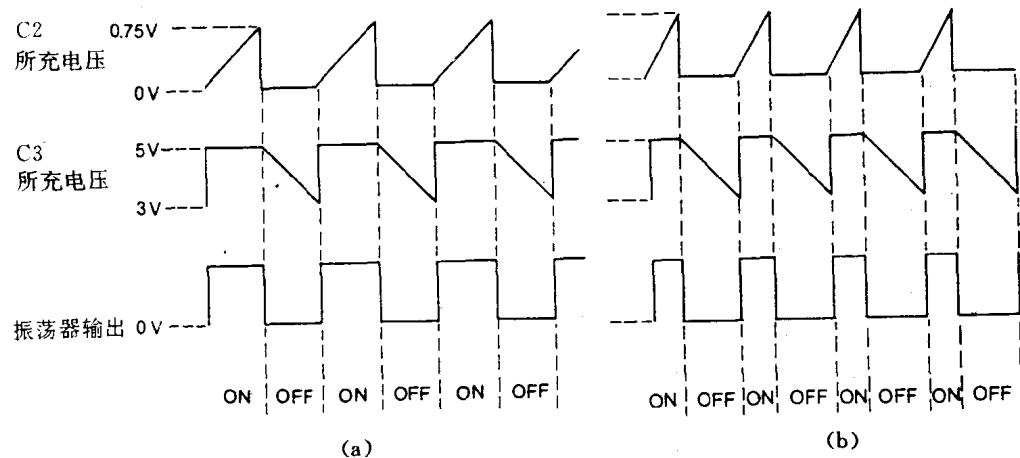

图 1.1.6 C2、C3 充放电和 MOS 场效应管导通时序图
时，振荡器又开始工作输出振荡波形，经驱动电路后由 R5 加至 MOS 场效应管的栅极，使 MOS 场效应管再次导通。同时，C3 也被充电至 5.0V，C2 被充电至 0.75V。C2、C3 的充放电和 MOS 场效应管的开关时序如图 1.1.6 (a) 所示。
当二极管导通而发光，光敏三极管因接收到光而导通，导通电流流经 IC801⑥脚对 C2 充电，C2 快速充电至 0.75V，一旦 C2 充电至 0.75V，则振荡器无信号输出，MOS 场效应管截止。由于 MOS 场效应管的导通时间缩短，截止时间增长，使输出电压下降。反之，当输出电压下降时，其稳压过程与上述相反，使输出电压上升。稳压过程 C2、C3 充放电及 MOS 场效应管的导通时序如图 1.1.6 所示。